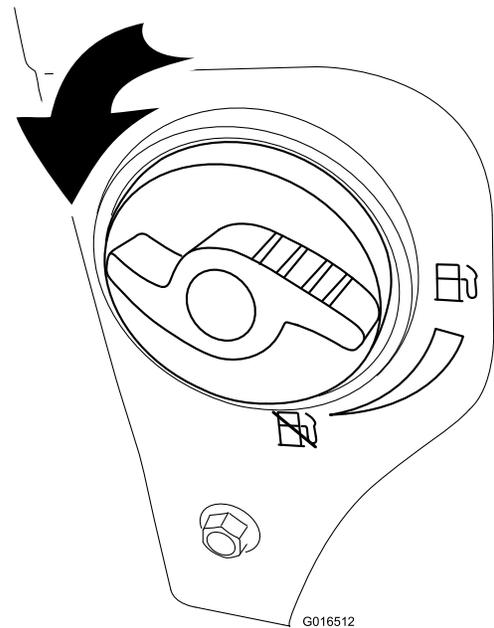

Bild 24
2. Drehen Sie den Kraftstoffhahn eine Vierteldrehung nach links, um ihn zu öffnen (**Bild 24**).